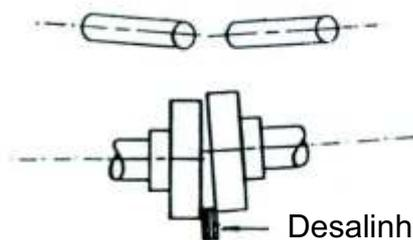
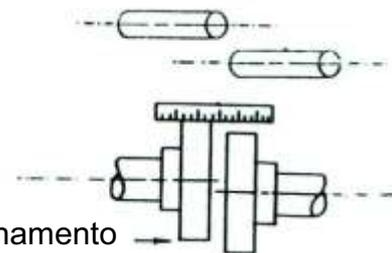

Figura 7
Figura 8
- b. Desalinhamentos podem ser, angular (figura 7), paralelo (figura 8) ou dos combinados, tanto no plano vertical como horizontal;